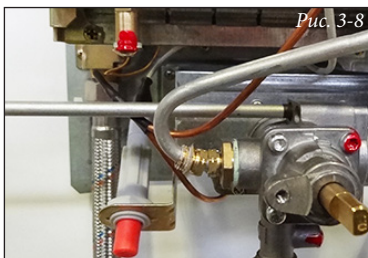

Рис. 3-8
- вывинтите 4 винта крепления газового крана (Рис. 3-8);